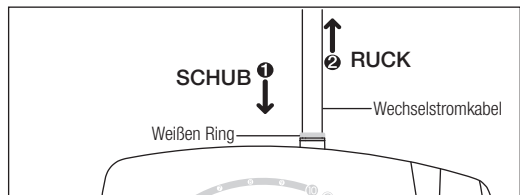

Abb.2
- 4-3-2 Wasserschlauch (Abb.2)